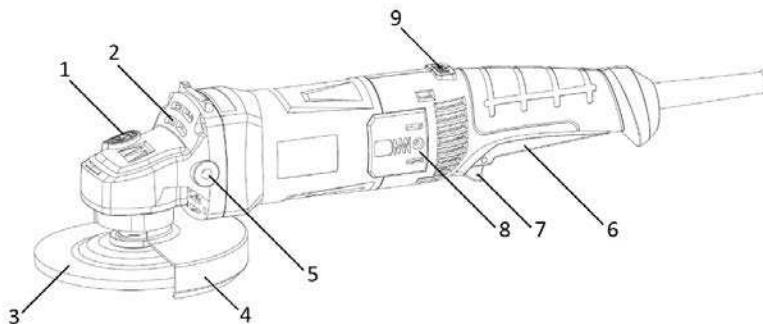

Рисунок 1
2.2.1 Конструкція виробу складається з одноступеневого редуктора з конічними шестернями в металевому корпусі (2), який приєднаний до пластикового несучого корпусу з колекторним двигуном змінного 1-фазного струму, перемикачем (6), мережевим шнуром живлення згідно з рис.1. Вихідний вал редуктора розташований перпендикулярно вісі двигуна і є робочим шпинделем для приєднання змінних насадок (абразивних дисків) (3) з фіксацією затискою гайкою або накрученими на шпиндель. На металевому корпусі (2) виконані нарізні монтажні отвори (5) для встановлення передньої рукоятки у 3-х позиціях, та хомутовим з'єднанням закріплений захисний кожух (4) з можливістю фікованого позиціонування по колу. Для фіксації шпинделя під час зміни дисків (3) в корпусі редуктора (2) передбачений кнопковий фіксатор (1). Електрична частина виробу складається з колекторного однофазного електродвигуна змінного струму, вимикача електроstromu, регулятора швидкості, з'єднувальних проводів і мережевого шнура. Захист від ураження електричним струмом користувача у виробу відповідає класу II за ДСТУ EN 61140:2015.